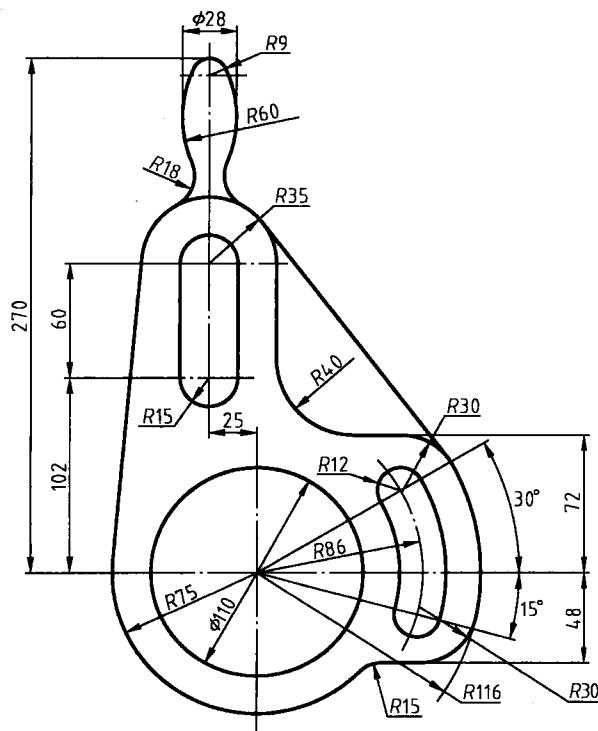

图 1-14 平面图 (七)
3) 以 A2 图幅为样板绘制挂轮架零件平面图, 如图 1-14 所示。